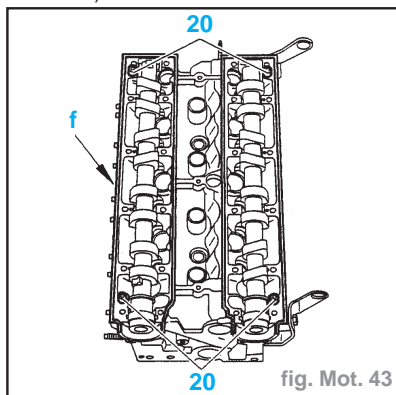

fig. Mot. 43
- Vérifier la présence et le positionnement correct des goupilles (20) (fig. Mot. 43).